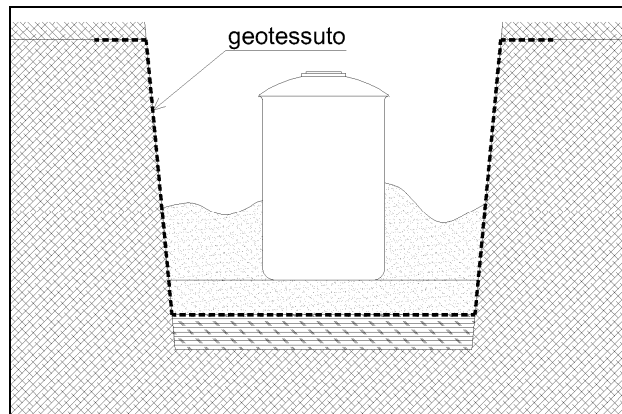

Figura 14 Posizionamento telo EPDM per isolamento scavo
- Stendere il telo EPDM (geotessuto) all'interno dello scavo, avendo cura di fissarlo esternamente (ai bordi dello scavo) come in Figura 14;